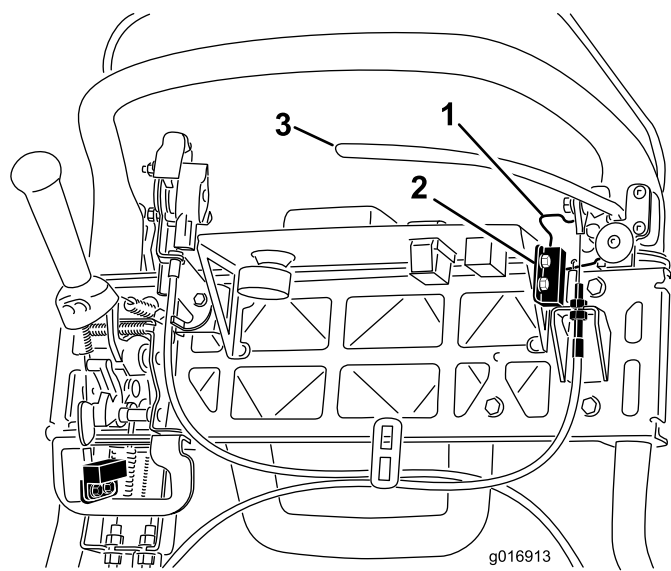

图39
- 4. 松开联锁开关紧固件(图39)。
- 5. 在手刹锁定装置与联锁开关之间放入 1.6mm 厚的塞尺(图39)。